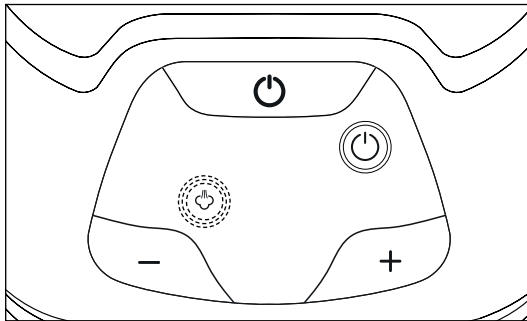

Fig. 6
- 2) Tryk på tænd-/sluk-knappen **13** for at tænde for produktet. Kontrollampen tænd/sluk **14** lyser blåt, og dampkontrollampen lav **13** blinker blåt (se fig. 6).